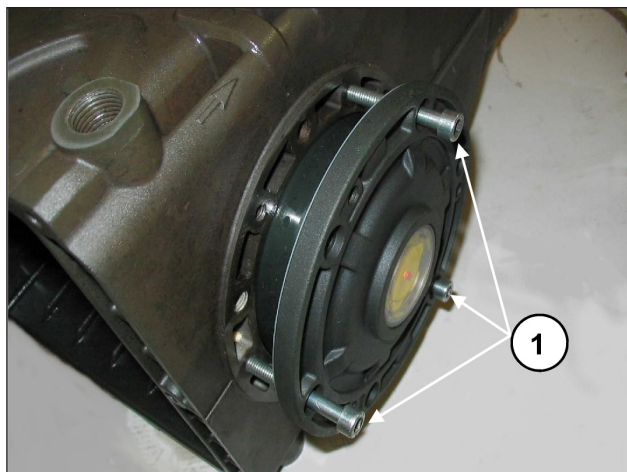
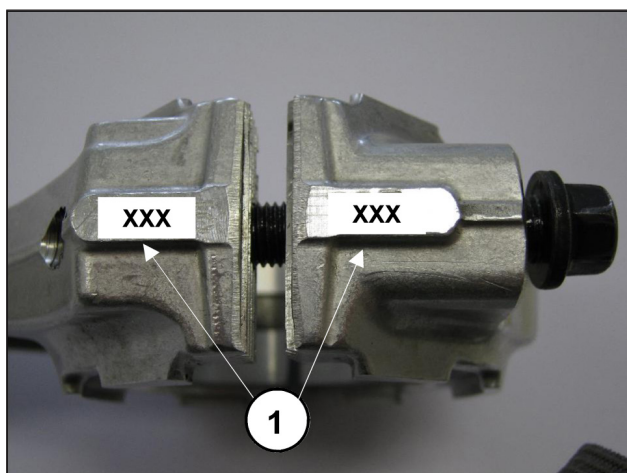

Fig. 8
Fig. 9
Antes de montar as coberturas laterais, certifique-se da presença dos anéis circulares de estanqueidade em ambos os anéis de calço somente sobre a cobertura lateral da luz-piloto. Para facilitar a entrada da primeira seção e o relativo inserimento das tampas no cárter, é aconselhável o uso de três parafusos M6x40 parcialmente roscados, (Fig. 8, pos. ①) para depois completar a operação com os parafusos fornecidos (M6x18).
- Emparelhe as capas de biela em suas respectivas hastes, consultando a numeração (Fig. 9, pos. ①).
Depois de desmontar as coberturas laterais, conforme indicado no parág. 2.1.1, retire o anel externo dos rolamentos das coberturas e do anel interno com a parte restante do rolamento, das duas extremidades do eixo através de uma "tomada de caça" normal ou ferramenta equivalente, conforme indicado na Fig. 8 e Fig. 9.